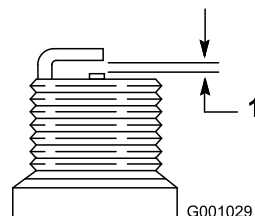

Figura 37
4. Ajuste el espacio entre los electrodos a 0,76 mm si la bujía es nueva, según se muestra en Figura 37.